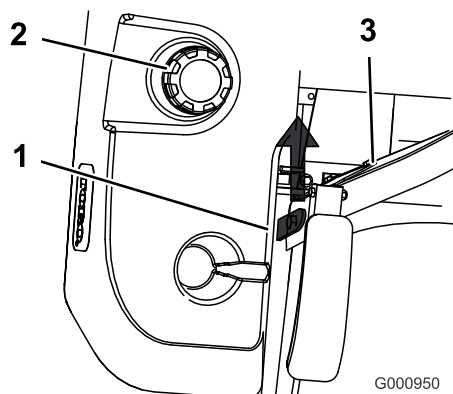

Figura 14
3. Sollevate il sedile (Figura 14).